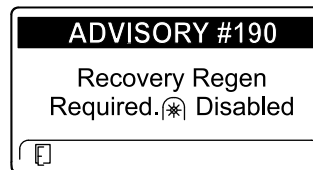

Рисунок 76
- Требуется восстановительная регенерация — вал отбора мощности выключен, ИНФОРМАЦИОННОЕ СООБЩЕНИЕ № 190 (Рисунок 76)